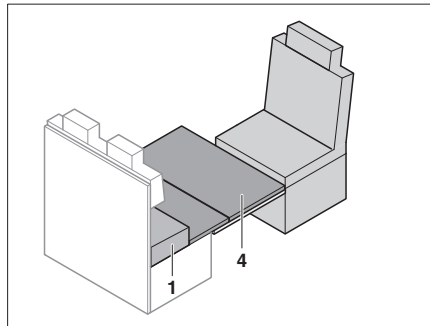

Fig. 185 Colocar el apoyo de cama de reserva
- Poner el apoyo de cama de reserva (Fig. 185,4) en la mesa. Crear así el borde delantero del apoyo de cama de reserva directamente en el asiento del conductor.